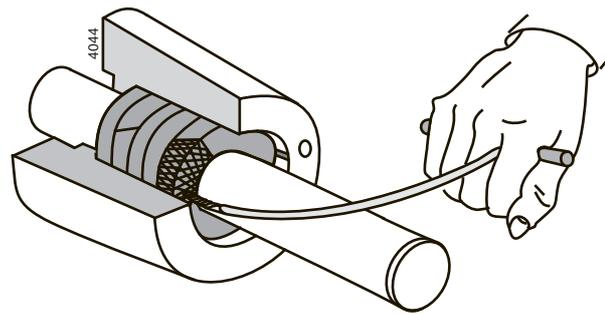

Figure 11: Utilisation d'un extracteur de tresses.
- 3 Enlevez les bagues de garniture (0140) de l'espace des garnitures. Utilisez à cet effet un tire-étoupe spécial, voir figure 11.